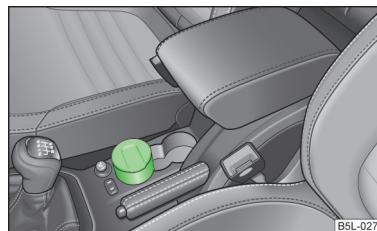

Fig. 68
- Estrarre il posacenere tirando » fig. 68 verso l'alto.